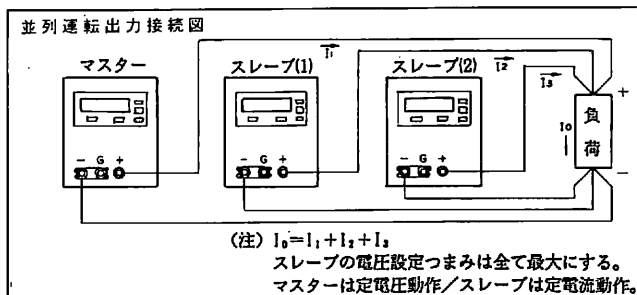

図19
- 4) 各電源の出力端子から負荷への接続（図19）はそれぞれ同じ長さで配線してください。